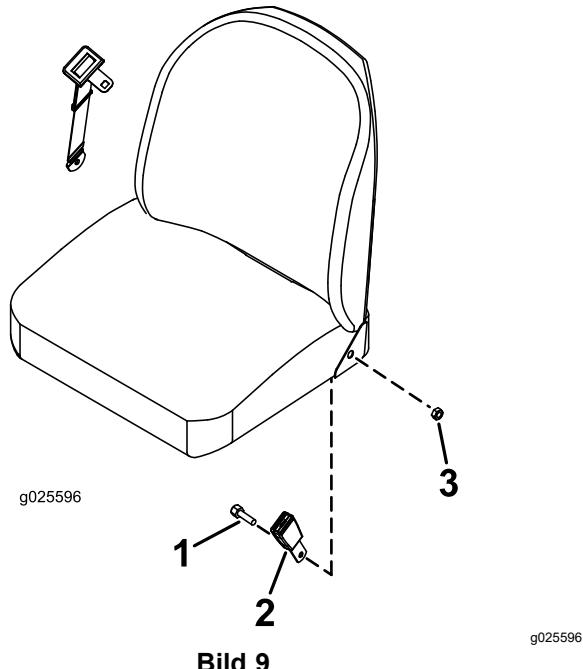

Bild 9
1. Montieren Sie das Gurtschloss des Sicherheitsgurtes zwischen dem Sitzkissen und dem Metallrahmen des Sitzes mit einer Sechskantschraube (7/16" x 1") und einer Sicherungsmutter (7/16"), wie in Bild 9 dargestellt.